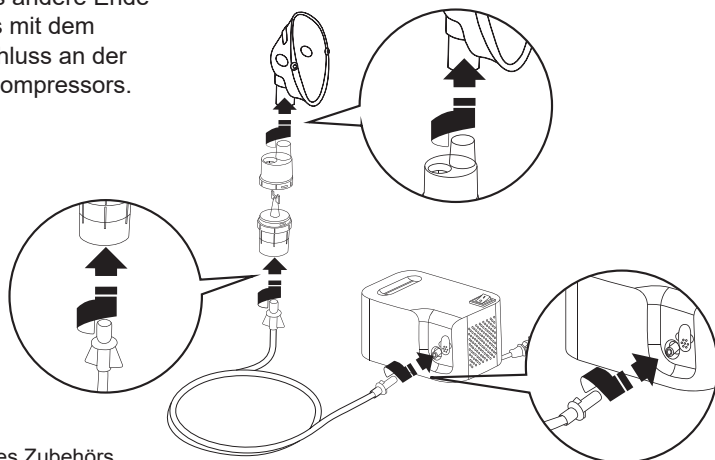

Bild 4:
- Befestigen Sie ein Ende des Luftschlauchs an der Basis des Verneblerbechers (Bild 4).